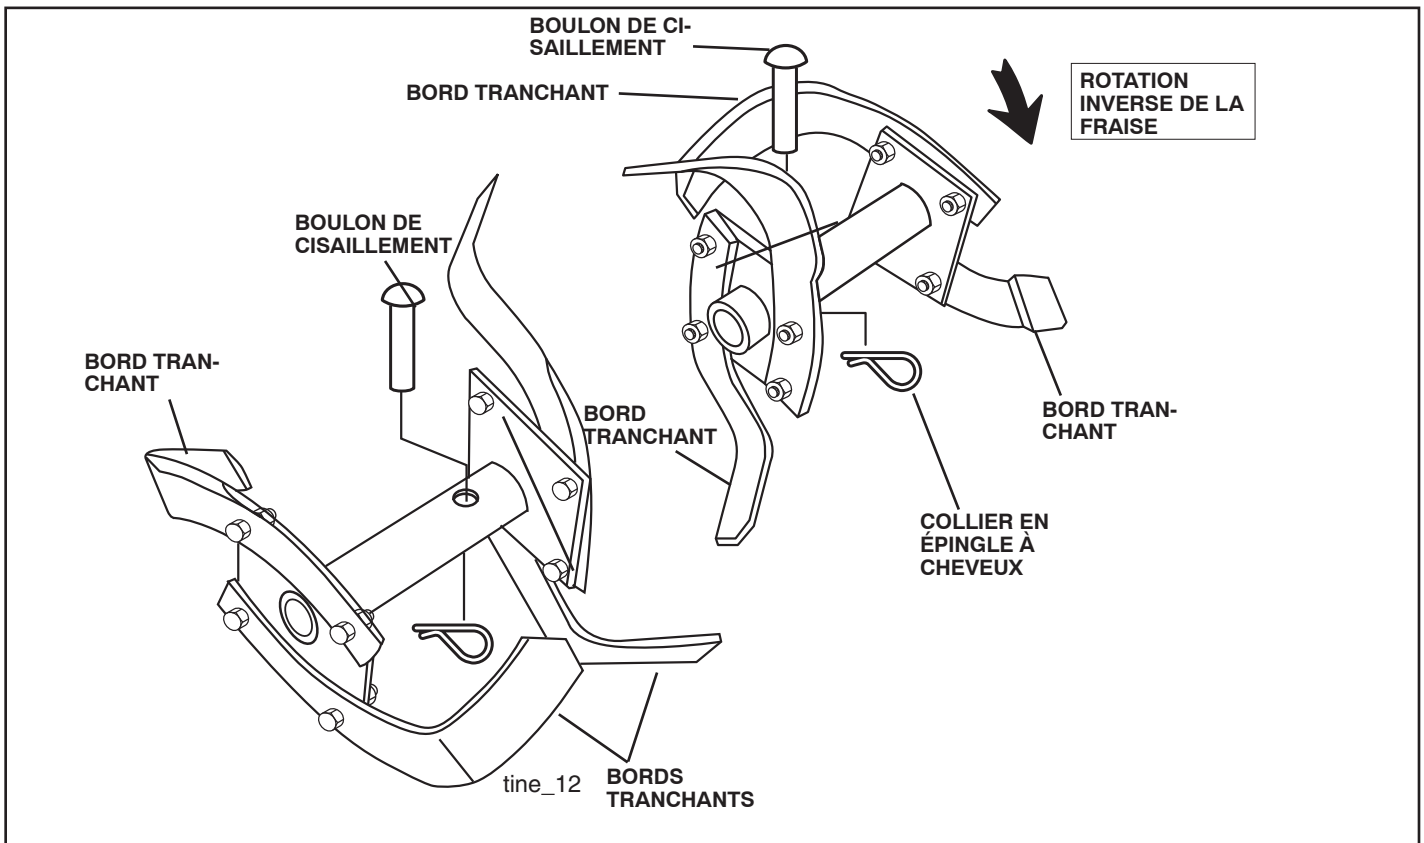

Fig. 26
- Les nouvelles fraises devraient être montées comme illustré dans la figure 26. Les bords de fraise aiguisés tourneront en arrière à partir d'en haut.